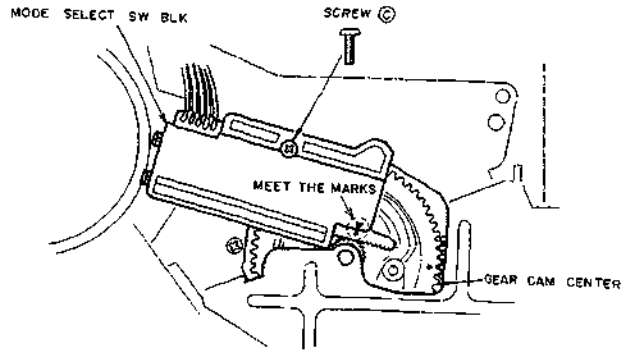

Fig. 4-14
10) Coincide the marks of MODE SELECT SW and attach the MODE SELECT SW BLK onto the LOADING MECHA BLK as shown in Fig. 4-14. Thghten the MODE SELECT SW BLK with a screw ©.
10) Faire coïncider les repères du CONTACTEUR DE SELECTION DE MODE et poser l'ENSEMBLE CONTACTEUR DE SELECTION DE MODE (MODE SELECT SW BLK) sur l'ENSEMBLE MECANISME DE CHARGEMENT de la manière illustrée à la Fig. 4-14. Fixer l'ENSEMBLE CONTACTEUR DE SELECTION DE MODE (MODE SELECT SW BLK) au moyen de la vis C (SCREW ©).